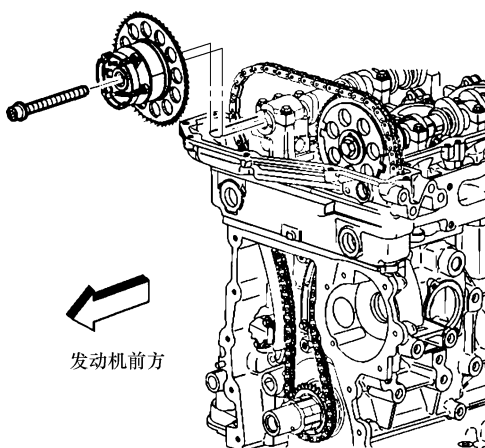

图 17-9 排气凸轮轴位置执行器螺栓
11) 按照图 17-9 所示, 换装新的排气凸轮轴位置执行器螺栓, 将螺栓紧固至 $25\text{N} \cdot \text{m}$, 然后再将螺栓拧紧 135° 。